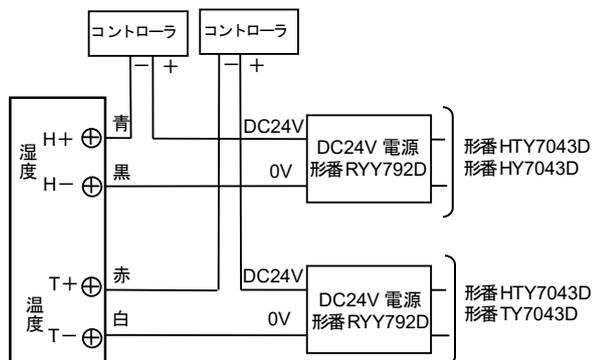

図15 DC電源タイプ (2線式)結線図
- (3) 本体ユニットの出力リード線と外線 (負荷側) を接続します。(参照)『図15』
- (3) 本体ユニットの出力リード線と外線(負荷側)を接続します。(参照)『図15』